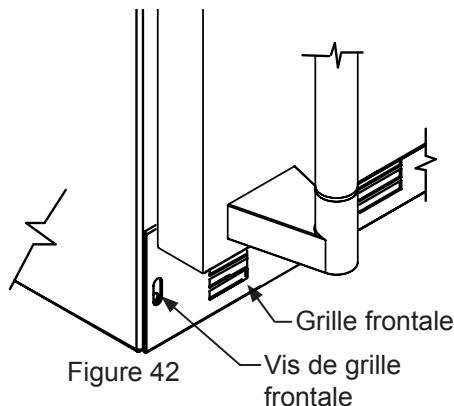

Figure 42
11. Enlevez la grille de protection frontale (voir les Figure 42 et Figure 43), et utilisez une brosse et un aspirateur pour éliminer la saleté et les débris de sous l'appareil.